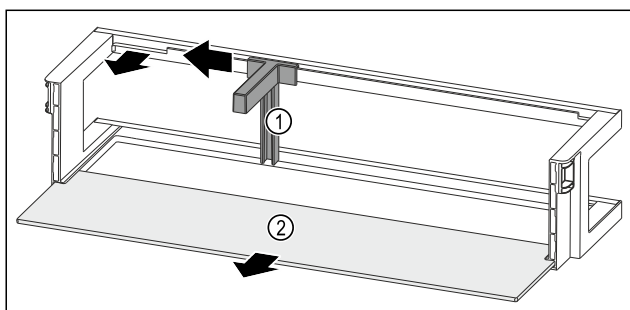

Fig. 233 Türabsteller mit Flaschenhalter und Abstellfläche
- Flaschenhalter Fig. 233 (1) bis zur Aussparung zur Seite schieben.
- Flaschenhalter Fig. 233 (1) entnehmen.
- Abstellfläche Fig. 233 (2) entnehmen.